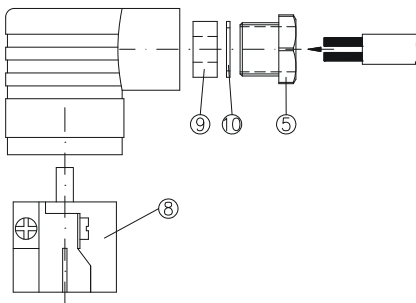

Fig. 10
- ↪ Introduire le câble de branchement par le passe-câble à vis ⑤, la bague de serrage ⑩ et la pièce en caoutchouc ⑨ dans la boîte de raccordement ② (⇒ Fig. 10).